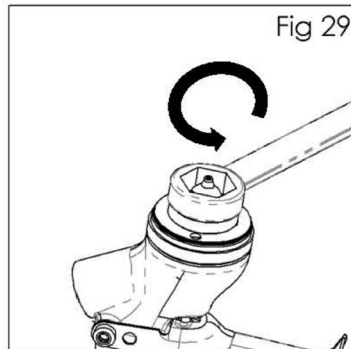

Fig 29
4. Retirez la buse à liquide à l'aide d'une clé de 10 mm. (Voir fig. 29).